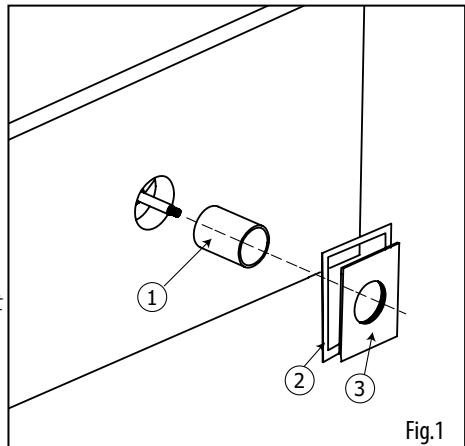
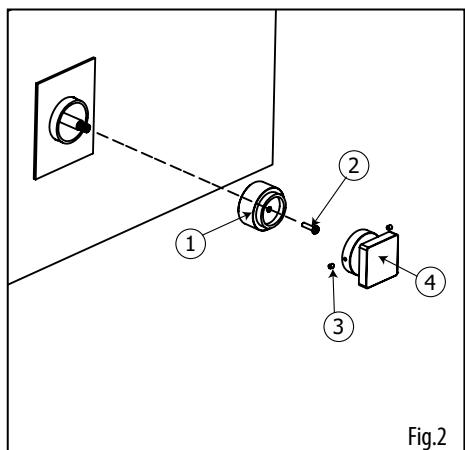

Fig.1
Fig.2
Before installing the trim (3), thread on the cylinder (1) to shut-off valve as shown (fig.1).
Avant d'installer la plaque décorative (3), visser le cylindre (1) autour de la valve d'arrêt (fig.1) tel qu'illustrée (fig.2).
Insert handles (4) to all adapters and secure each of them with 2 supplied set screws (3) (fig.2).
Insérer la poignée (4) sur l'adaptateur et la fixer avec les 2 vis de retenues (3) fournies (fig.2).